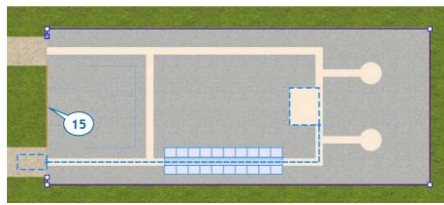

Рисунок 12.8 – Область властивостей
15. Намалюйте ще одну стіну між виходами, а потім змініть параметри в області властивостей другої стіни, щоб вони відповідали першій стіні (рис. 12.8).